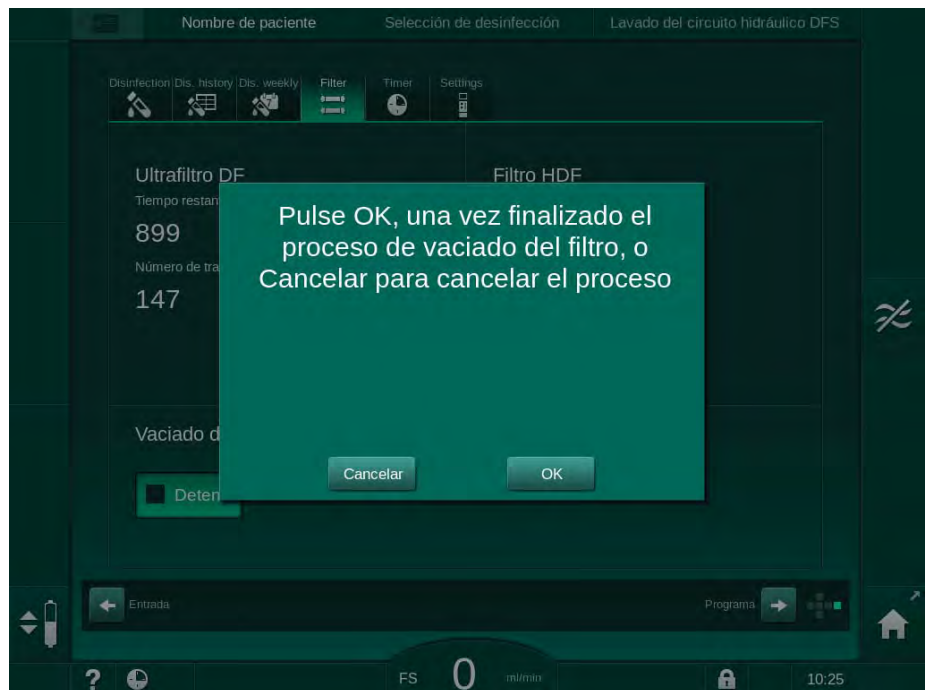

Fig. 7-3 Ventana de confirmación del cambio de filtro
14. Pulsar OK en la ventana de confirmación de cambio del filtro (Fig. 7-3) para confirmar que los filtros se han cambiado.